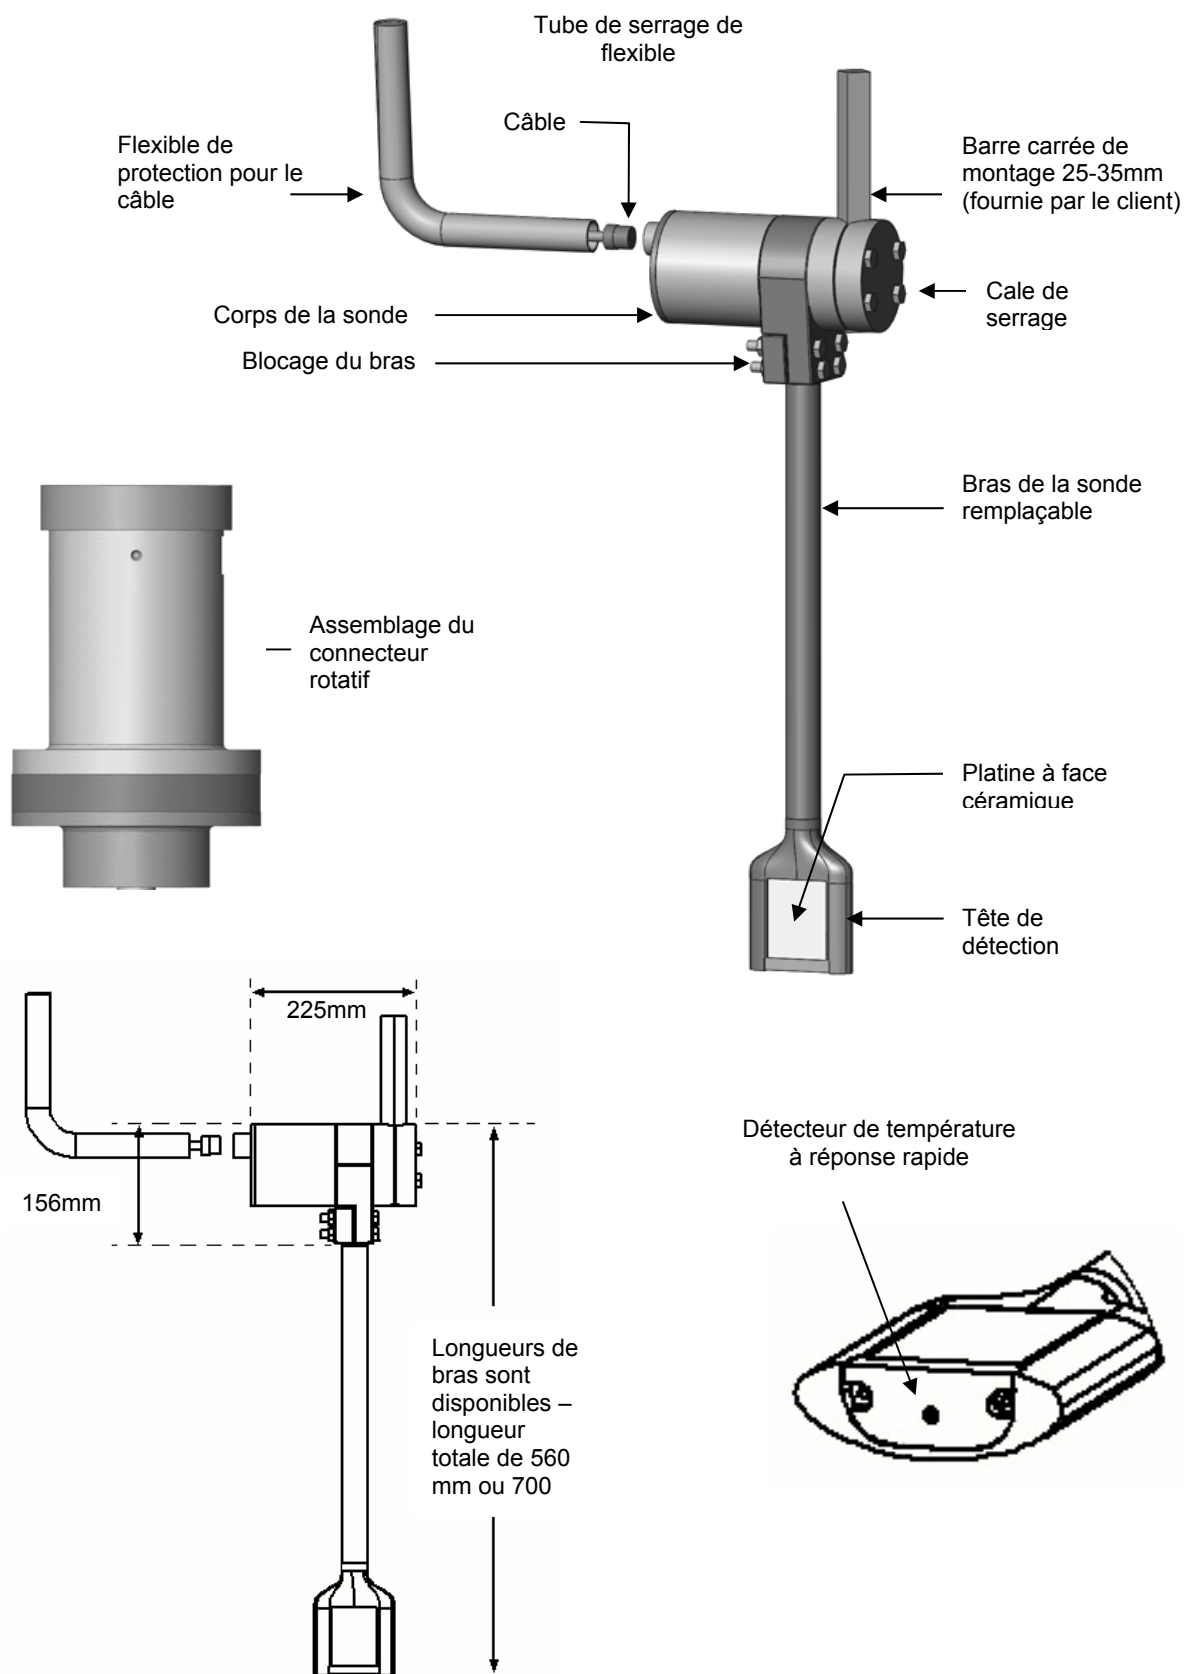
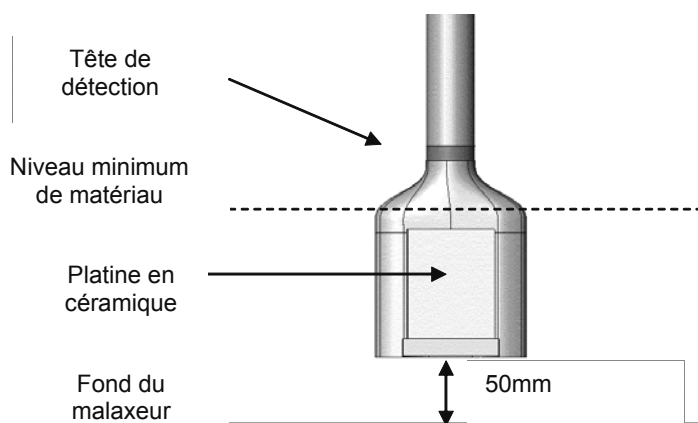

Figure 1 – L'Hydro-Probe Orbiter doté d'un connecteur rotatif
Figure 8 – Réglage de la hauteur du bras de détection
L'Hydro-Probe Orbiter est disponible en différentes longueurs. Les longueurs classiques sont 560mm ou 700mm. Veuillez noter que cette longueur se réfère à la hauteur totale de l'Hydro-Probe Orbiter, comme le montre la Figure 1. **D'autres longueurs peuvent être réalisées sur commande.**
- Les bras de détection sont disponibles en 2 longueurs (Figure 1) et la sonde doit être monte de telle sorte qu'il y ait un écart de 50 mm entre la face inférieure de la tête de détection et le fond du malaxeur (Figure 8).
Pour des applications classiques, nous recommandons une hauteur de 50 mm au-dessus du fond du malaxeur (figure 8). Cette hauteur peut être réglée à l'aide d'un outil d'alignement d'angle d'une largeur de 50mm.